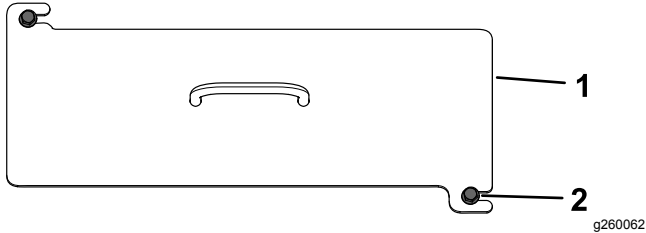

Figura 42
2. Afloje los 2 pernos (Figura 42).